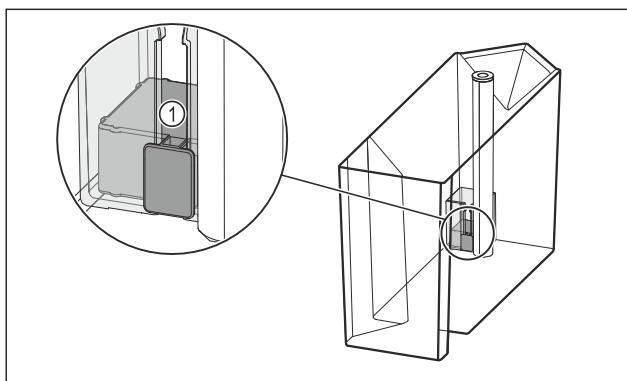

Fig. 98
- ▶ Kontrollér, om svømmeren Fig. 98 (1) har sat sig fast. Hvis svømmeren har sat sig fast: